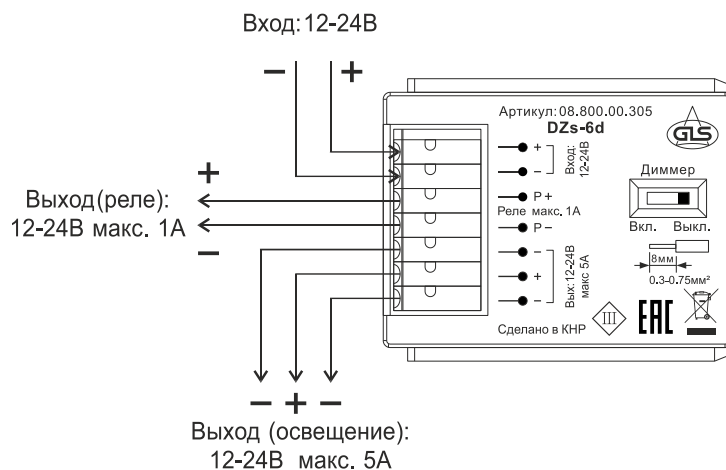

Рис.5
- Подключите провода к источнику питания, светодиодному источнику света и к реле обогревателя (Рис. 4-5). Назначение и полярность контактов сенсорного выключателя указаны на Рис. 5.